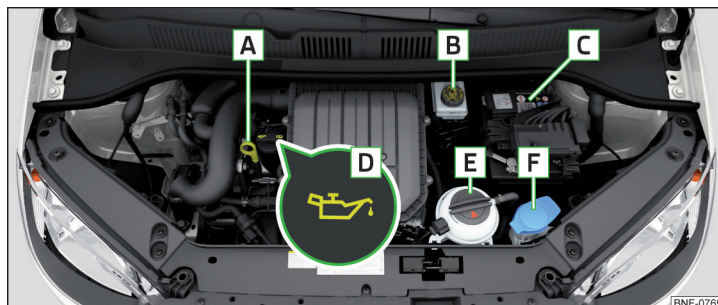

Fig. 137 Exemplo de disposição no compartimento do motor
- Desenroscar a tampa do orifício de enchimento do óleo do motor **D** » Fig. 137 na página 126.